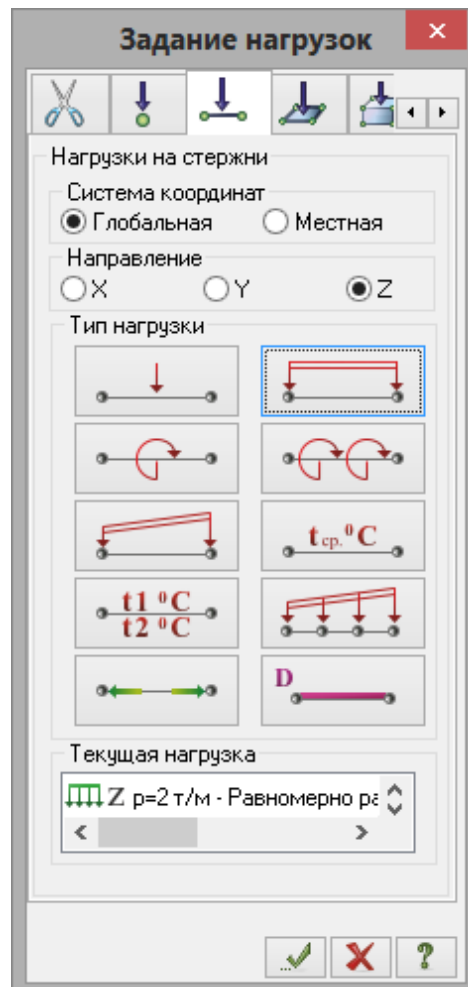

Рис.3.18. Диалоговое окно **Задание нагрузок**
- После этого вызовите диалоговое окно **Задание нагрузок** на закладке **Нагрузки на стержни** (рис.3.18), выбрав команду  – **Нагрузка на стержни** в раскрывающемся списке **Нагрузки на узлы и элементы** (панель **Нагрузки** на вкладке **Создание и редактирование**).